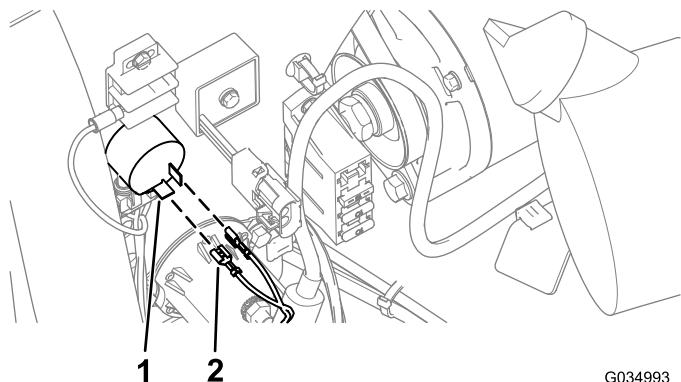

Figura 10
6. Collegate i 2 connettori femmina del kit cablaggio preassemblato ai 2 connettori maschio sull'allarme (Figura 10).